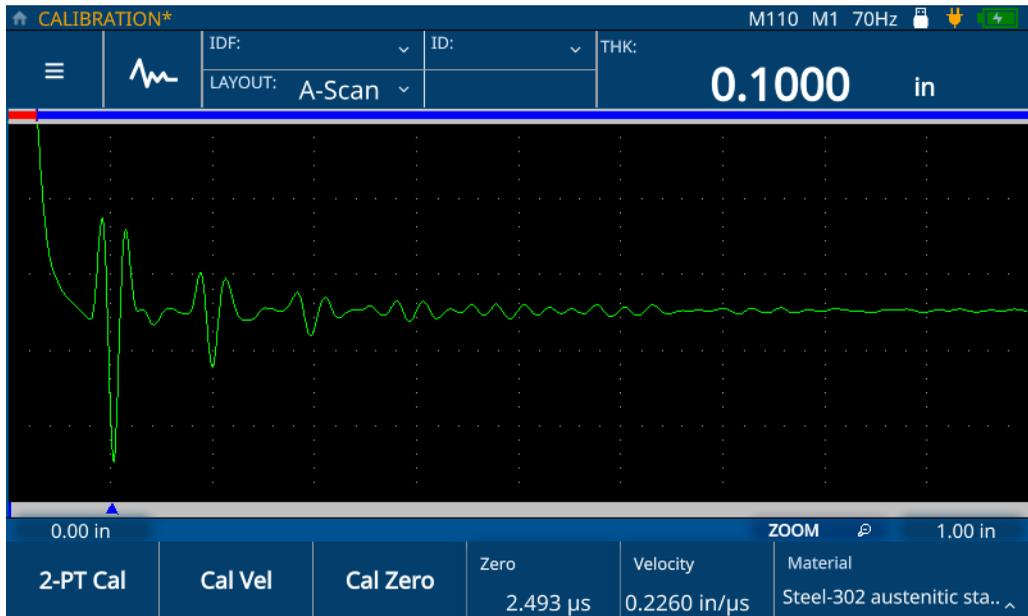

Abbildung 5-12 Beenden der 2-Punkt-Justierung
9. Wählen Sie das **Häkchen** Symbol, um den Wert zu speichern und den **Edit** Modus zu verlassen (siehe Abbildung 5-12 auf Seite 57).